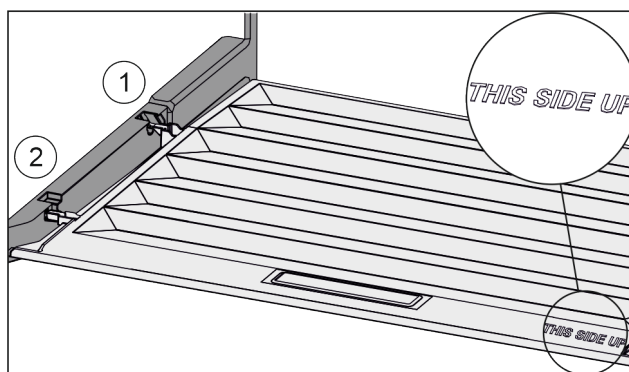

Fig. 28
- ▶ Вставить поперечные ребра крышки через отверстие заднего держателя Fig. 28 (1) и защелкнуть спереди в держателе Fig. 28 (2).